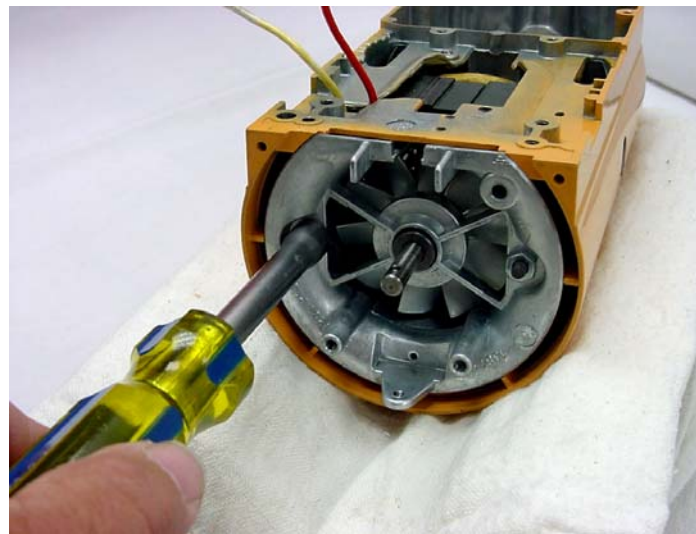

Abb. 26: Zwei #10-24-Muttern von der Lagerbrücke entfernen.
E. Die beiden Muttern #10-24 abschrauben und entfernen (Abb. 26).